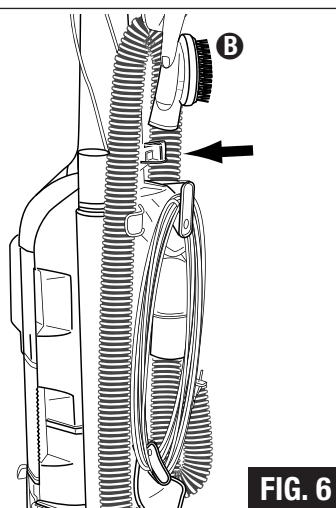

FIG. 6
- Step 9:** Store the dusting brush **B** on its holder (FIG. 6).
- Étape 9 :** Rangez la brosse à épousseter **B** sur son support (FIG. 6).
- Paso 9:** Guarde el cepillo para polvo **B** en su portacepillo (FIG. 6).